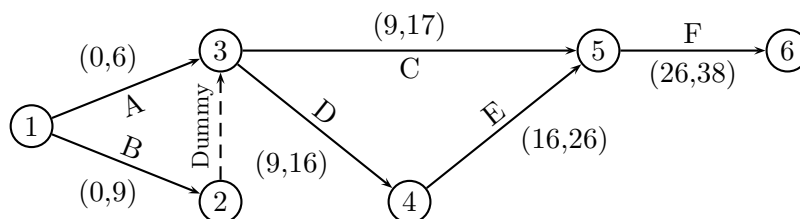

Figura 3.4: Resolución de la malla - Paso 4
3.3). Finalmente, el tiempo más temprano para el nodo 5 es de 26 días, por lo que la actividad *F* sólo puede comenzar en dicho instante. Los intervalos de tiempo más temprano para todas las actividades del proyecto se muestran en la figura 3.4. A partir de esta figura, se puede concluir que la **duración mínima del proyecto** es de 38 días, cantidad que corresponde al camino más largo para llegar del nodo inicial 1 al nodo final 6.